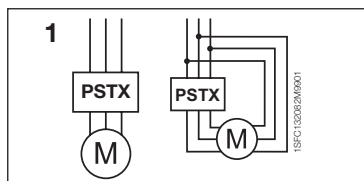

Figure 1 : En ligne, Dans le triangle
2. Câblez le circuit principal : raccordez l'alimentation aux bornes 1L1 - 3L2 - 5L3 et le moteur aux bornes 2T1 - 4T2 - 6T3. Utilisez la liaison par fil pour les démarreurs progressifs PSTX30...105 (voir la figure ① de l'illustration 7) et le raccordement de bornes pour les démarreurs progressifs PSTX142...1250 (voir la figure ②, de l'illustration 7). Les démarreurs progressifs PSTX peuvent être raccordés « en ligne » et « dans le triangle » (voir figure 1).